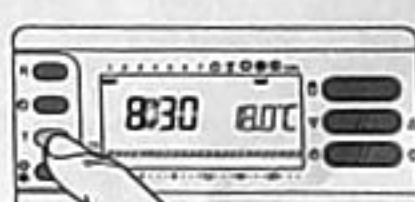

Fig. 64
**12.3** - Premere nuovamente il pulsante **T** (fig. 64) per passare al livello di temperatura successivo.